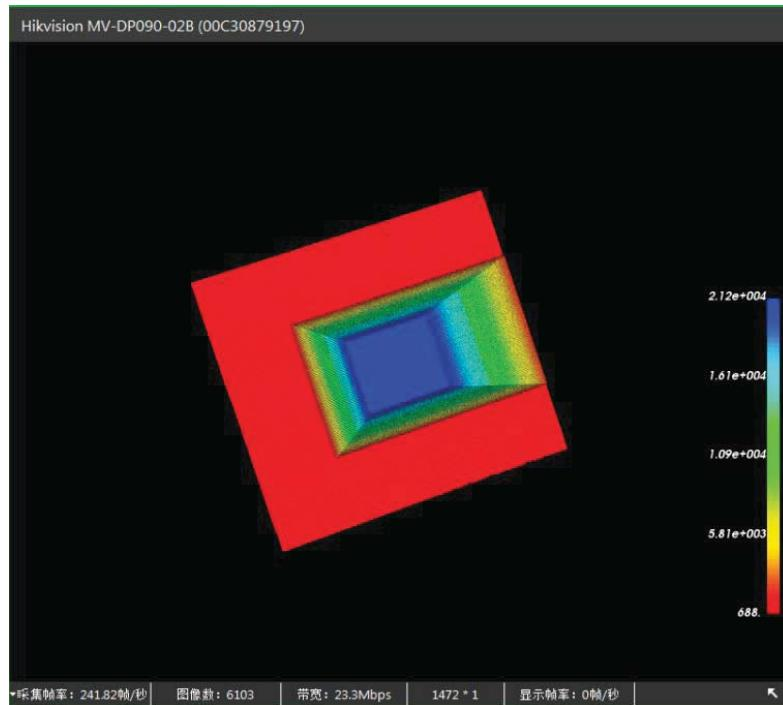
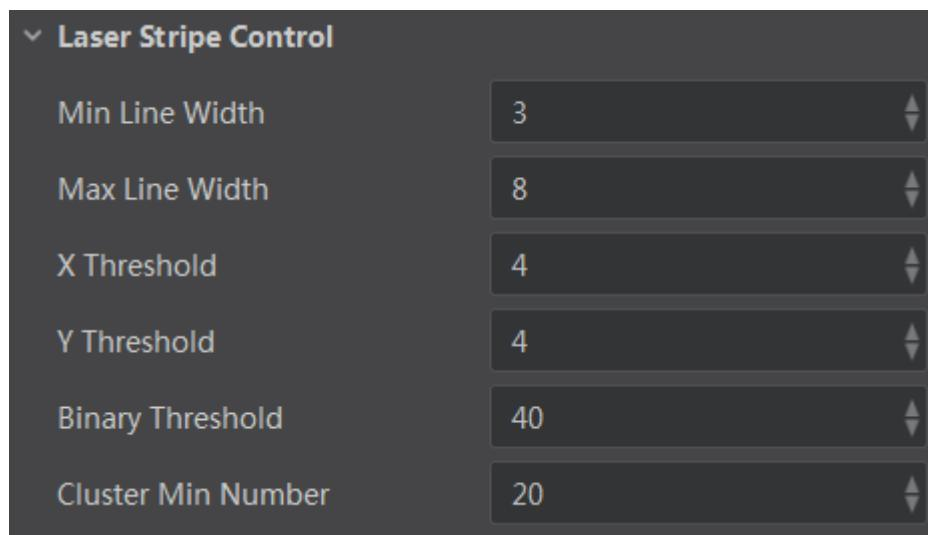

图5-18 标定块点云图像
图5-19 点云控制参数
标定块点云数据经过伪彩色渲染后的图像如图 5-18 所示，需要配置如图 5-19 所示的激光线提取参数，来达到所需要的图像效果，以下为参数释义。
- Min/Max Line Width: 最小最大线宽，按照图 5-19 的参数设置，当竖直方向上连续激光线所占像素数量大于 3 且小于 8 才判定激光线有效，超出范围不作处理。